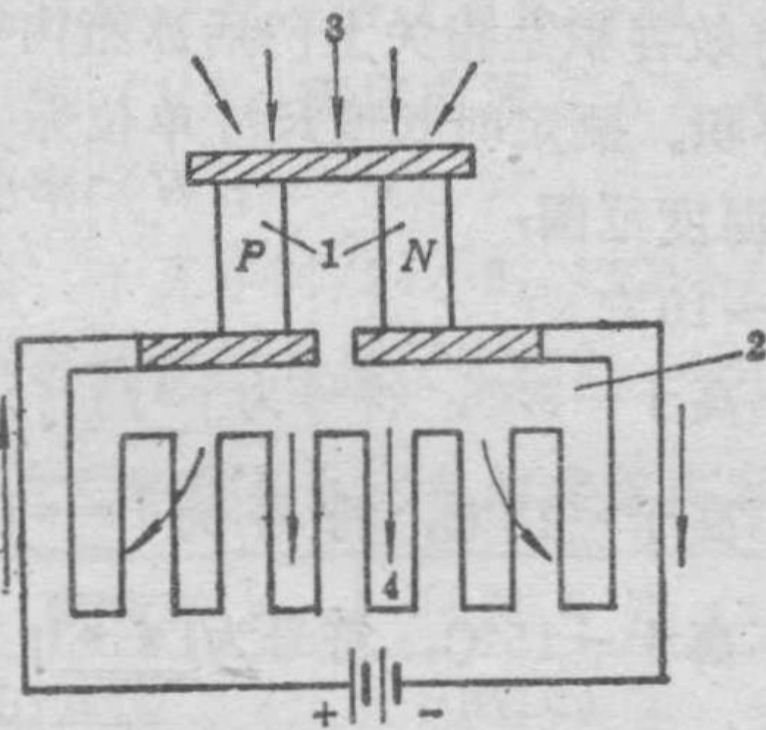

图1-3 半导体制冷原理示意图
(3) 半导体电冰箱：半导体制冷也称温差电制冷或电子冷冻，是利用半导体温差电效应制成的一种制冷装置。如图 1-3 所示，NP 型元件以铜导流片联接起来构成一个温差电偶。在放热端放置散热器，则吸热端降温达到制冷目的。